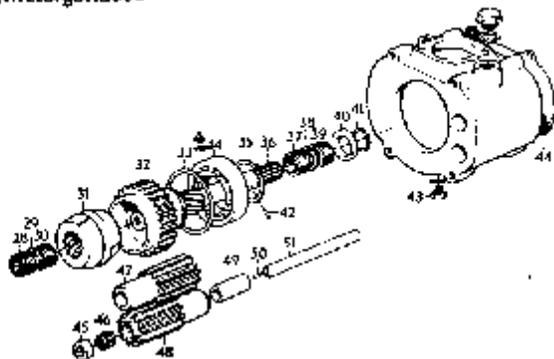

Abb. 63 Mittelgehäuse
1. Führungsstifte (50, Abb. 63) so weit in das vordere Gehäuse einschlagen, daß sie etwa 2 mm über die Teilfläche ragen.
## Zusammenbau von vorderem Gehäuse und Mittelgehäuse (Abb. 63 und 64)
5. Öltafelschraube einschrauben (43, Abb. 63).